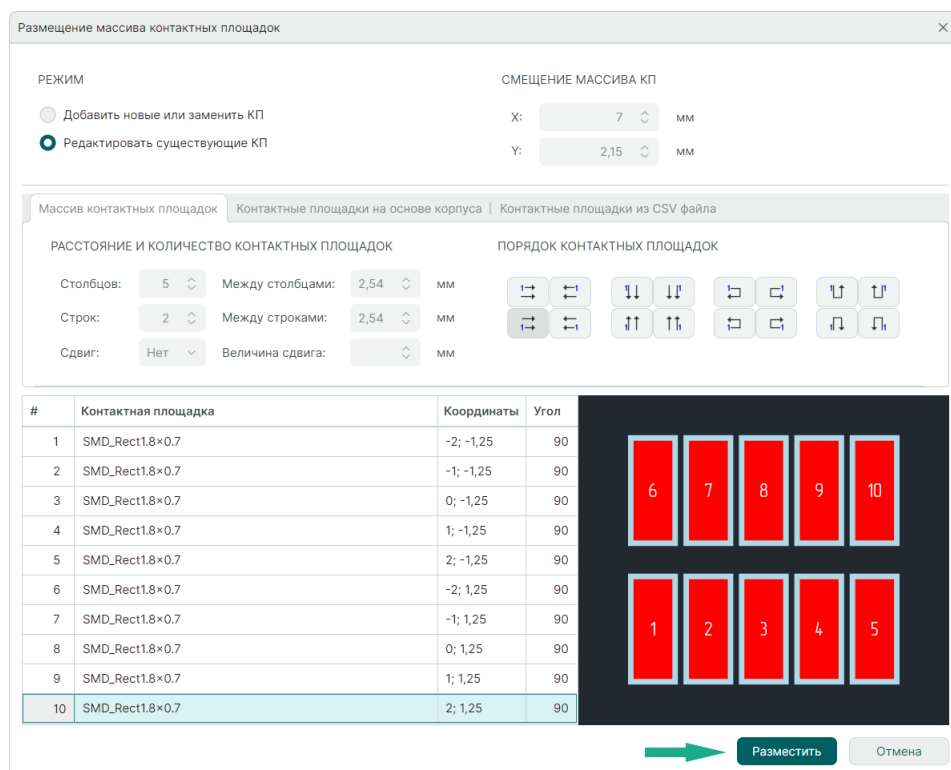

Рис. 123 Изменение координат и угла поворота контактных площадок
3. При необходимости скорректируйте координаты и угол поворота элементов массива в столбцах «Координаты» и «Угол», см. Рис. 123.